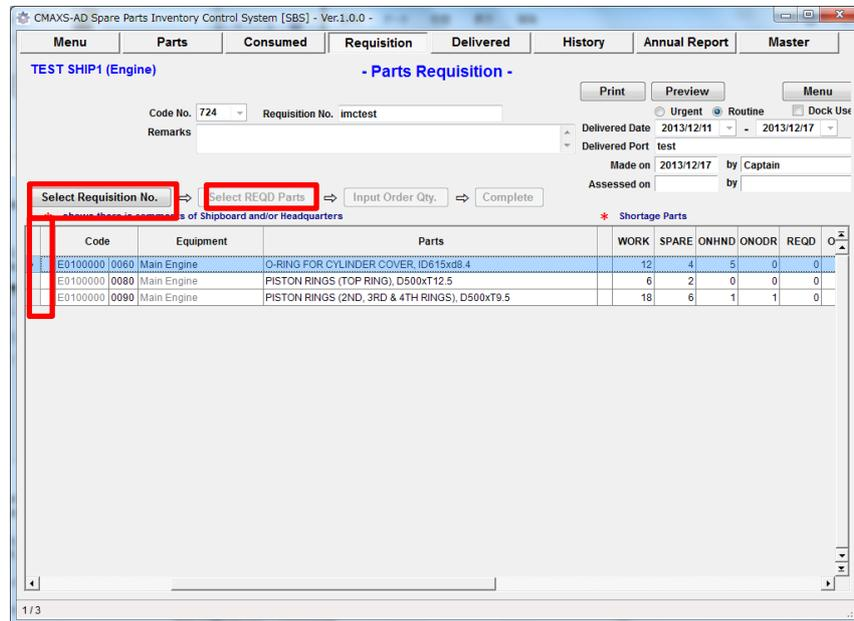
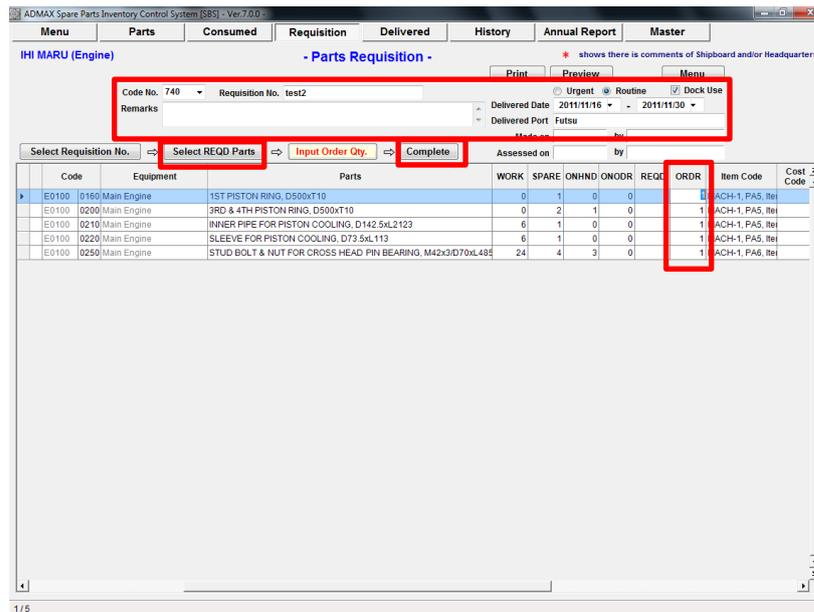

図 6.2 Select Required Parts
図 6.4 Input Order Qty.
2. "Select Required Parts Screen"(図.6-2)が表示されます。この画面では、0 より大きい (注文数 > 0) 注文された全ての部品が表示されます。注文数量(Required)は次の式で計算されます。注文数 = 標準在庫数量 - (Spare R.O.B + 注文済み)
If required spare parts data which has not been completed existed, もし完了していない部品データがあれば、図.6-2. (step 7 参照)の代わりに"Input Order Qty Screen"(図.6-4)が表示されます。
- “Input Order Qty Screen”(図.6-4)が表示されます。この画面では、ステップ 3 と 4 で選択された全ての部品が表示されます。